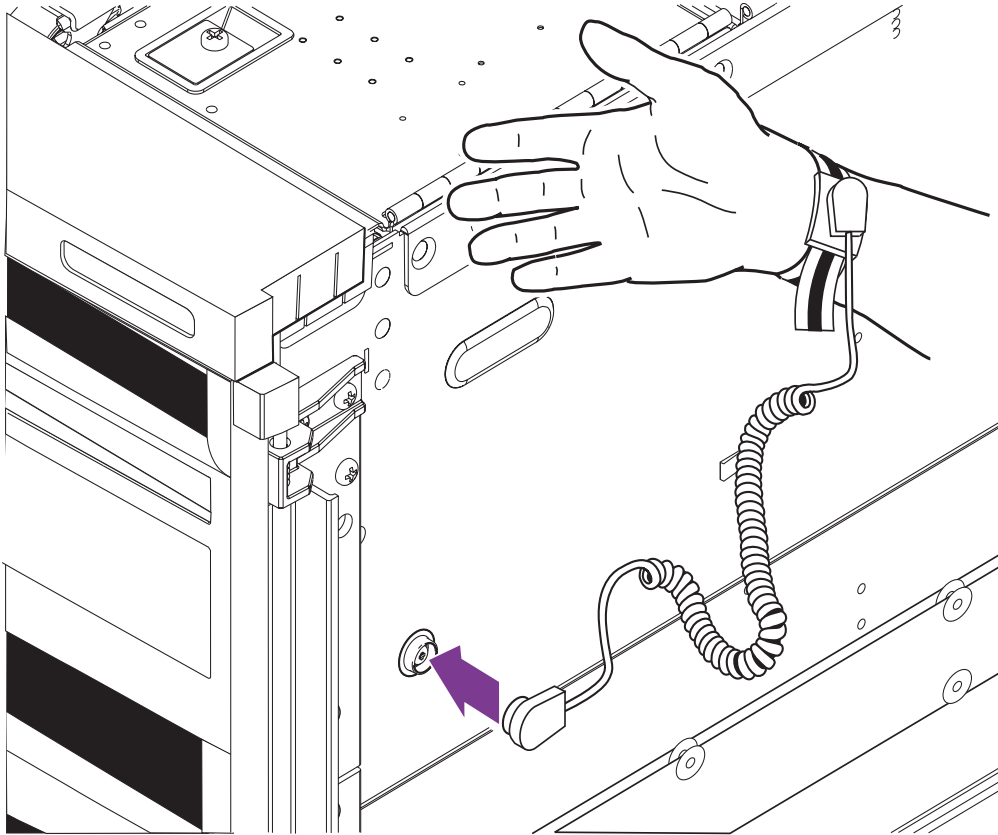
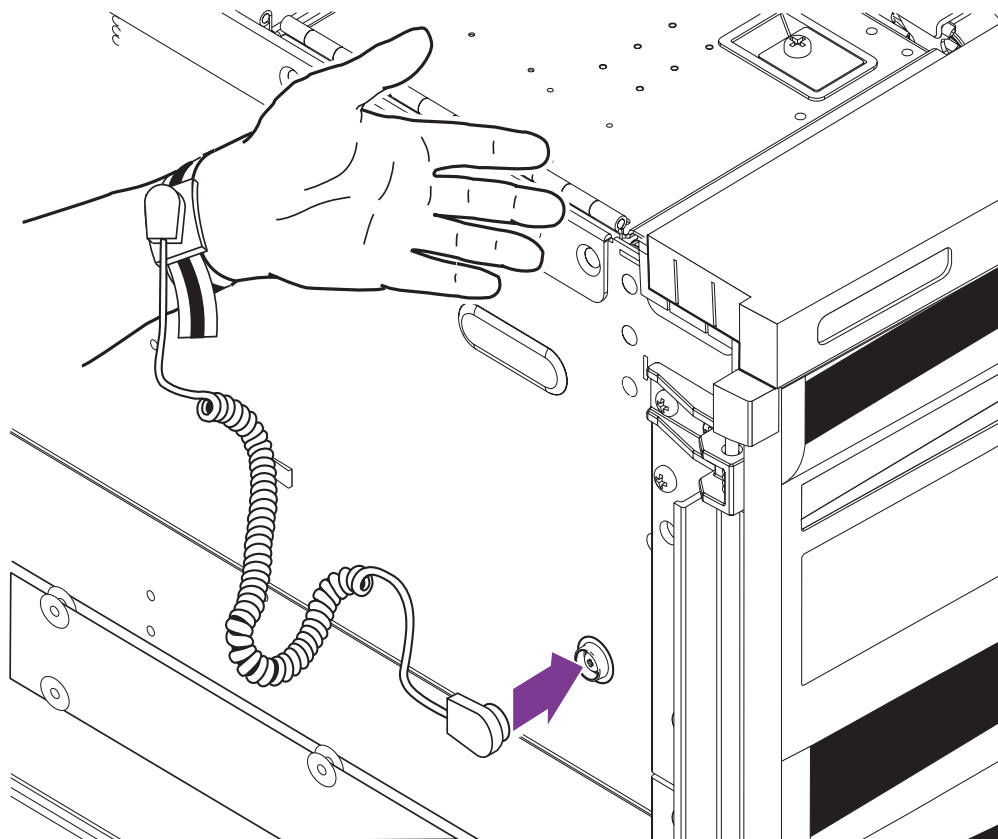

FIGURA 2 Collegamento del bracciale antistatico - Lato destro
FIGURA 3 Collegamento del bracciale antistatico – Lato sinistro
- Per collegare il bracciale antistatico allo chassis, collegare il bracciale come mostrato nella FIGURA 2 o nella FIGURA 3.